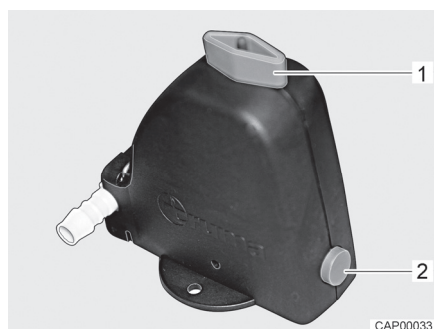
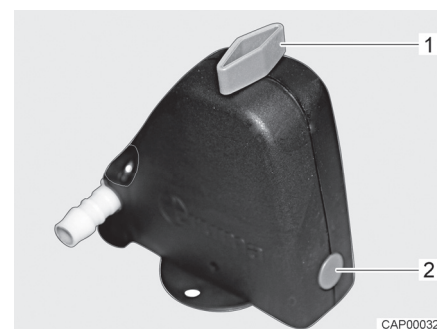

Fig. 71 Valve de sécurité et de vidange ouverte
Fig. 72 Valve de sécurité et de vidange fermée
- Fermer la valve de sécurité et de vidange. Tourner pour cela le bouton rotatif (Fig. 71,1) dans le sens transversal par rapport à la valve de sécurité et de vidange et enfoncer le bouton-poussoir (Fig. 71,2). La valve de sécurité et de vidange fermée est représentée à la Fig. 72. Lorsque la température descend en dessous de 6 °C, la valve de sécurité et de vidange ne peut pas être fermée.